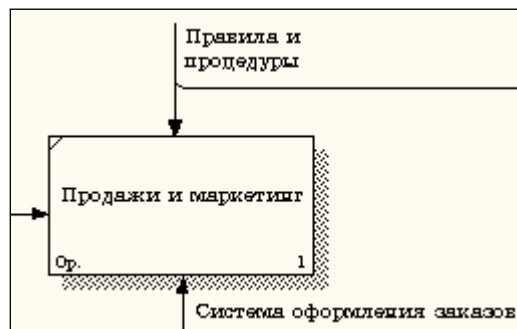

Рисунок 11 Стрелка « Система оформления заказов»
2.14 Правой кнопкой мыши щелкните по ветви стрелки управления работы **"Сборка и тестирование компьютеров"** и переименуйте ее в **"Правила сборки и тестирования"**. Внесите определение для новой ветви: **"Инструкции по сборке, процедуры тестирования, критерии производительности и т. д."** Правой кнопкой мыши щелкните по ветви стрелки механизма работы **"Продажи и маркетинг"** и переименуйте ее как **"Система оформления заказов"** (рисунок 11).